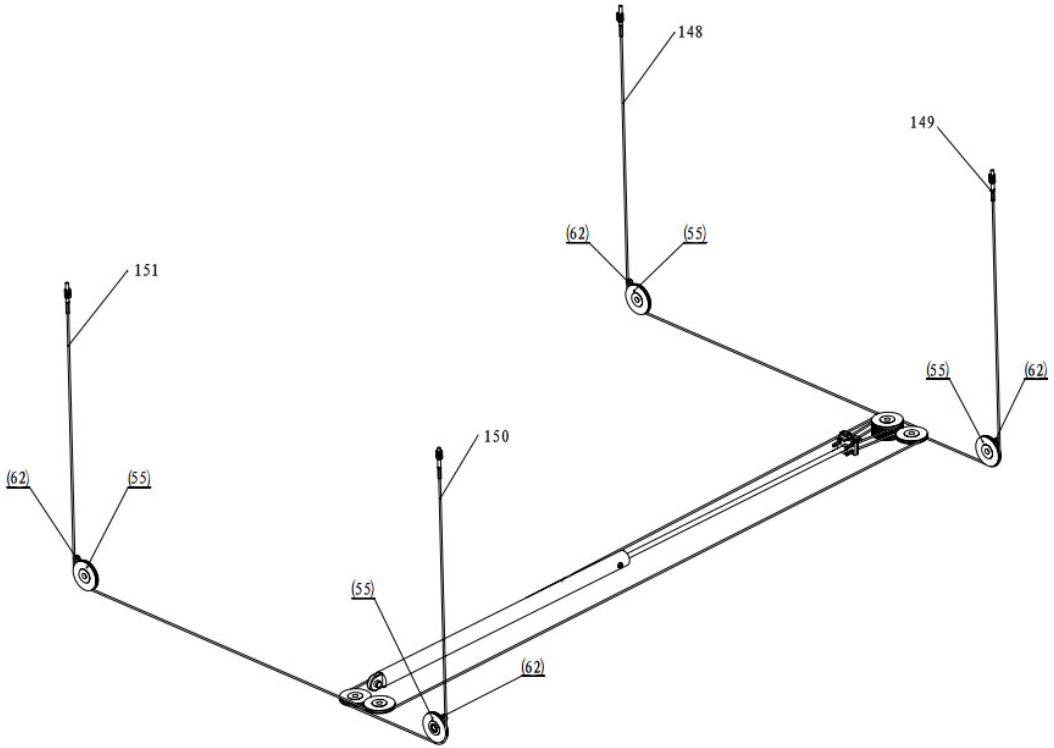

Abbildung 4
Step 7: Kurz hochfahren, beobachten Sie, ob die Position des Seils korrekt ist (Abbildung 4). Entfernen Sie die Stützen unter der Auffahrampen, danach die Hebebühne bis zum tiefsten Punkt absenken. Stellen Sie die Spannung des Drahtseils ein, bis die vier einstimmig sind.